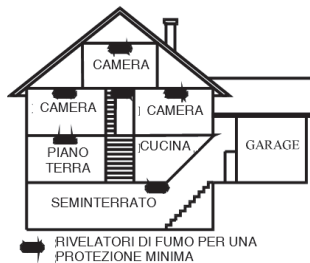

Figura 2: Posizionamento dei rivelatori di fumo e di calore in una abitazione su più livelli
- Installare un rivelatore di fumo e di calore ad ogni piano di una abitazione a più livelli (*vedi Figura 2*).